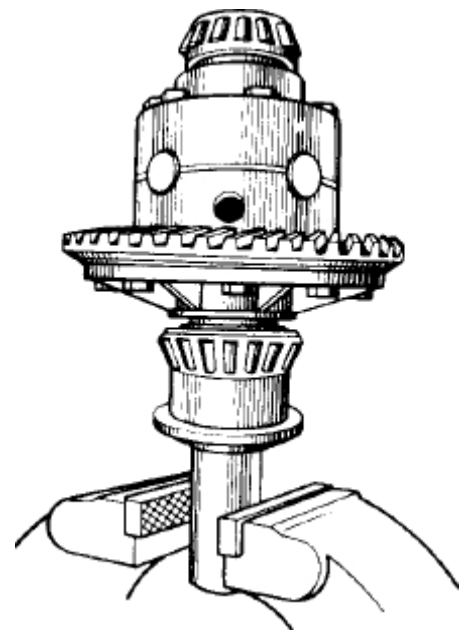

Abb. 11 Vorläufiges Aufpressen der Innenringe des Differentiallagers
1. Pressen Sie die Innenringe der Lager (Abb. 11) des Differentials bis zum Anschlag auf die Hälse des zusammengebauten Differentials.